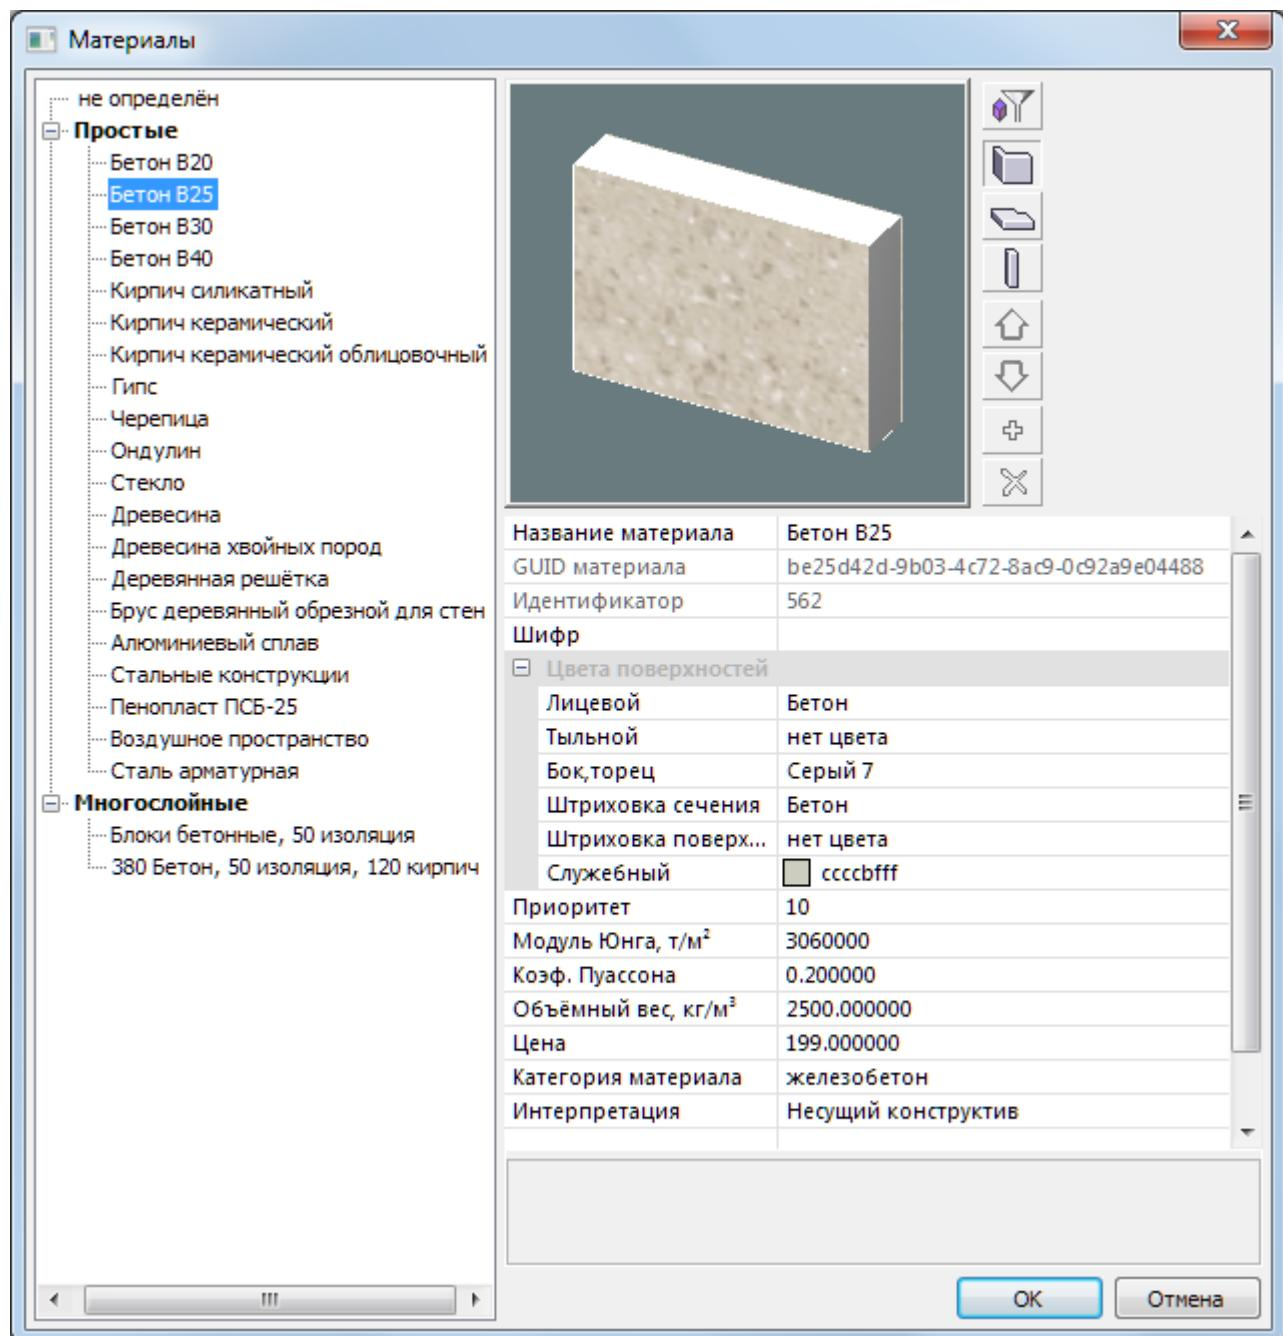

Рис.3.7. Диалоговое окно **Материалы**
- В открывшемся диалоговом окне **Материалы** (рис.3.7) выберите из списка материал **Бетон B25**.